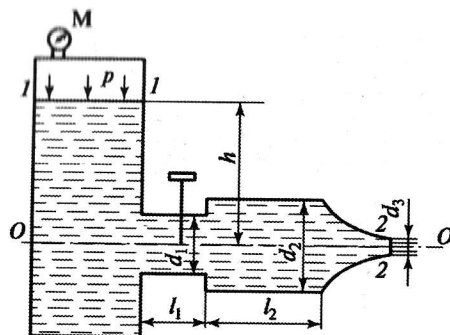

Рис. 5.15
**Задача 5.15.** Согласно показанию манометра избыточное давление в закрытом резервуаре  $p_{изб} = 4 \cdot 10^6$  Н/м2. Ось трубопровода находится на глубине  $h = 5$  м от свободной поверхности (рис. 5.15). Коэффициенты местного сопротивления запорного крана  $\xi_{кр} = 4$ , сопла  $\xi_{сопла} = 0,06$ . Линейным сопротивлением трубопровода можно пренебречь. Определить расход воды  $Q$ , если  $d_1 = 10$  см;  $d_2 = 20$  см;  $d_3 = 8$  см.